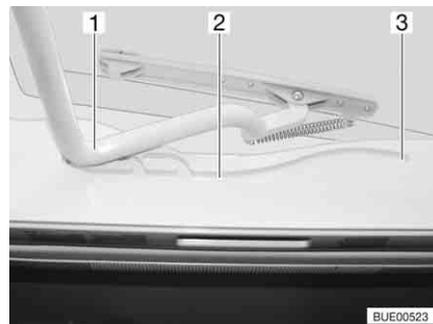

Fig. 69 Claraboya Heki, guía
- Tirar la horquilla (Fig. 69,1) en las guías (Fig. 69,2) hasta la posición trasera final (Fig. 69,3).
- Empujar el estribo (Fig. 69,1) ligeramente hacia arriba con ambas manos.
- Tirar el estribo en las guías (Fig. 69,2) hasta la posición deseada.